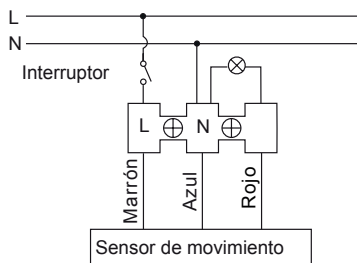
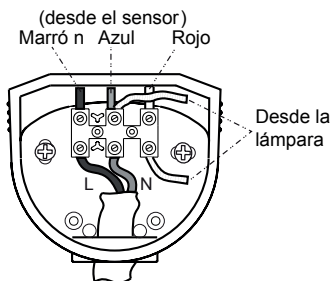
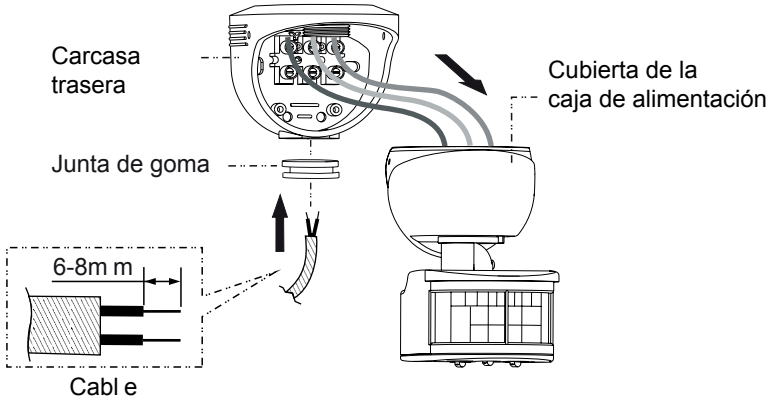
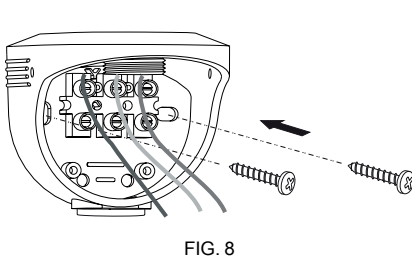

FIG. 5
FIG. 6
FIG. 7
FIG. 8
1. Separe el detector de la parte trasera de la carcasa y fíjela a la pared o al techo con los tornillos que se adjuntan en el embalaje. (Ver FIG.7 y FIG.8).
2. Introduzca los cables a través de la junta de goma y consulte el diagrama de cableado para realizar las conexiones. Asegúrese de dejar de 6mm a 8mm de cable sobresaliendo del instrumento. (Ver FIG. 5, FIG.6 y FIG.7).